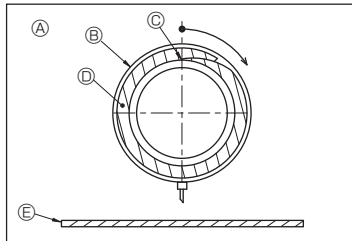

Abb. 3-6
5. Den Dränageauslaß und die Abblösmuffe mit Isoliermaterial ⑦ isolieren, dann das Material mit einem Bänder sichern. (Sowohl Isoliermaterial als auch das Bänder werden mit der Anlage geliefert.) (Abb. 3-6)
[Abb.3-6]